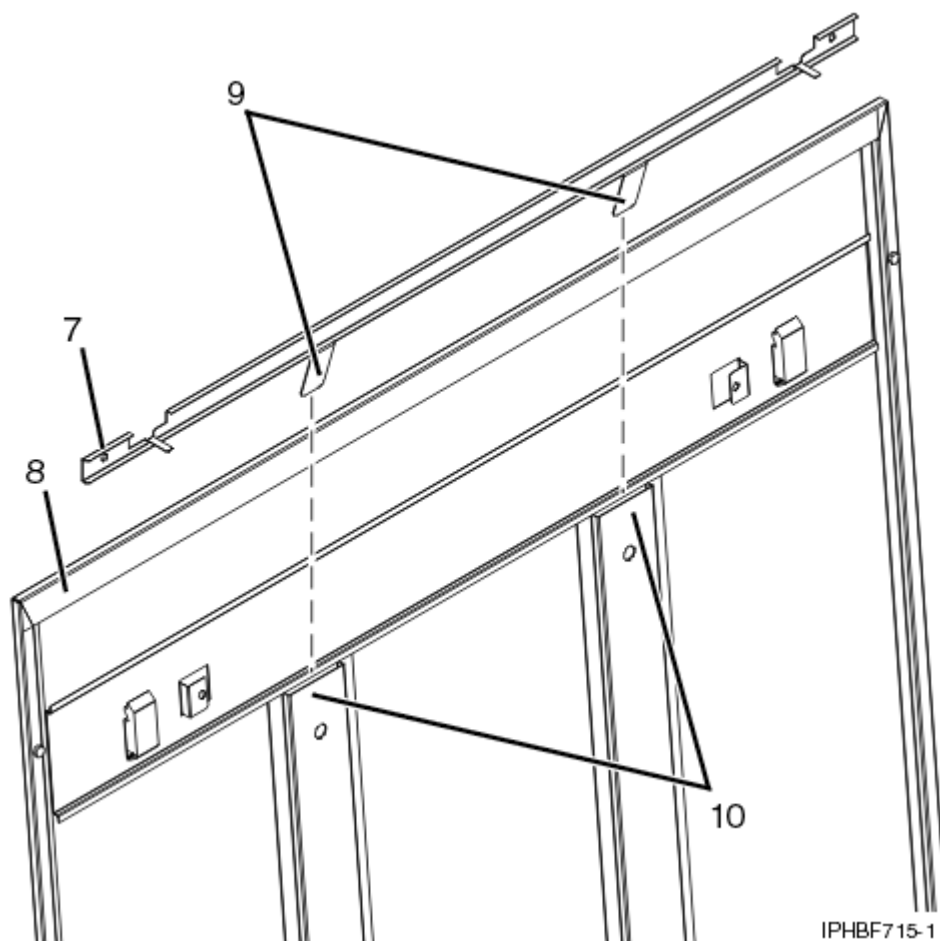

Figura 56. Instalando uma barra de deslizamento de segurança
- b. Assegure-se de que o lado plano do trilho da barra deslizante **(7)** em Figura 56 na página 85, fique voltado para o lado interno do painel da tampa **(8)**. Insira as duas guias **(9)** no trilho da barra deslizante nos dois canais de suporte verticais **(10)** no painel da tampa lateral.